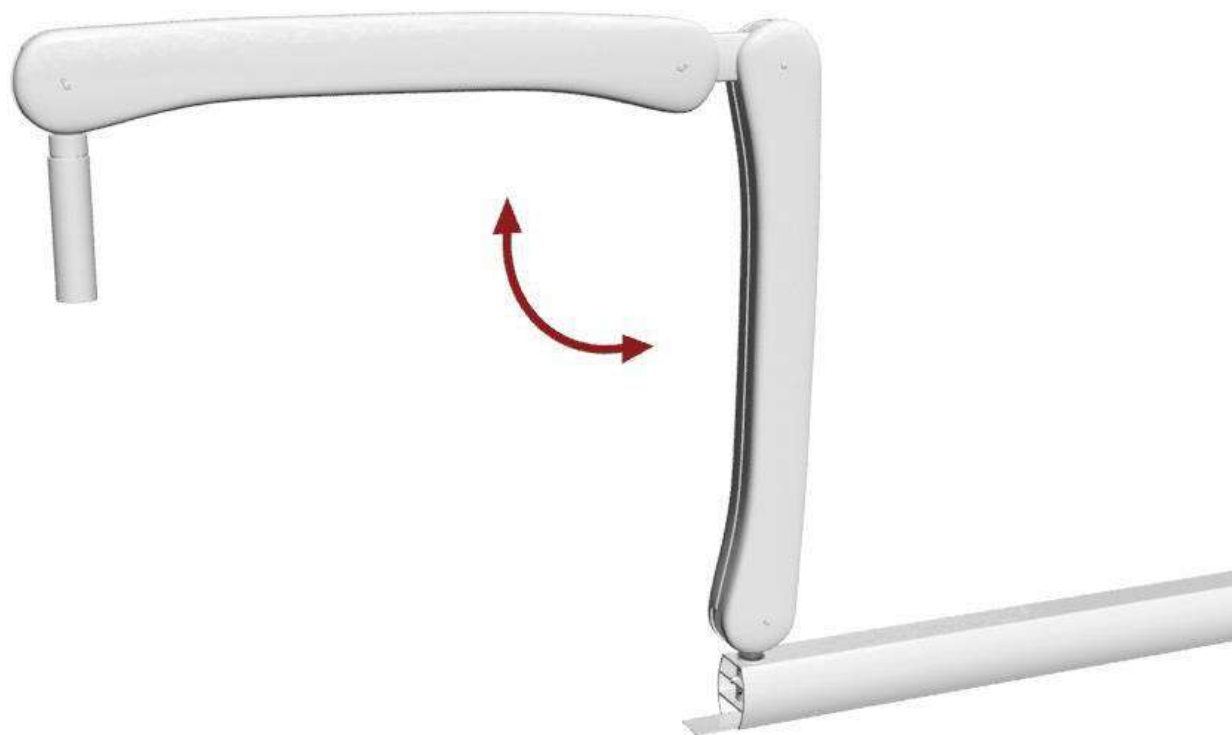

Fig. 6
- ✓ Înainte de a introduce monoblocul (E) este esențial să lucrați în siguranță prin deschiderea brațului dublu al pantografului (C) după cum se arată în Fig. 6, pentru a evita desprinderea bruscă, deoarece are arcurile încărcate și calibrate pentru a susține greutatea monoblocului.